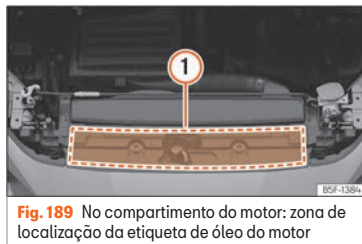

Fig. 189 No compartimento do motor: zona de localização da etiqueta de óleo do motor
na parte da frente do compartimento do motor »» **Fig. 189** ①. Se utilizar o óleo do motor recomendado, é possível corrigir o nível do enchimento tantas vezes quantas forem necessárias.